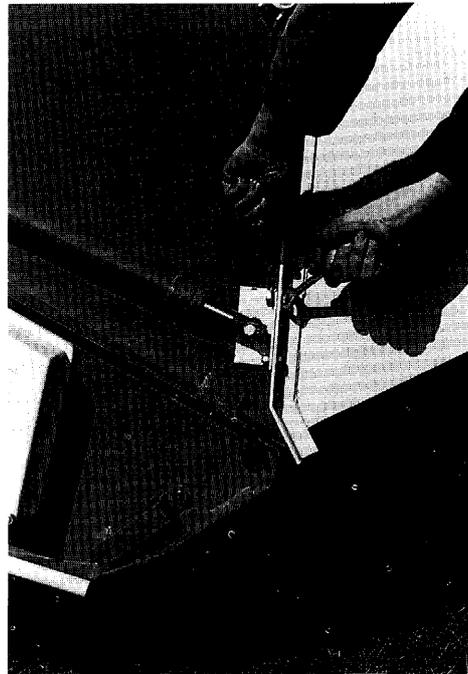

fig. 13
- Ist Ihre Maschine mit einer hydraulischen Fangkorbentleerung ausgestattet, so müssen Sie den Halter des Hydraulikzylinders an dem Fangkorb entnehmen, indem Sie die beiden Befestigungsschrauben entfernen (SW 13) (Fig 13),